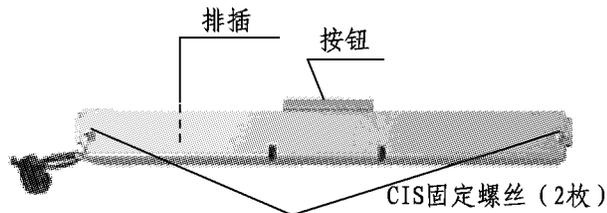

图7-11
e) 拆卸CIS单元，拔下绿色按钮。(图7-11)
f) 拆卸螺丝(2枚)，拔下排插(1个)，然后，拆卸CIS的托架。(图7-11)